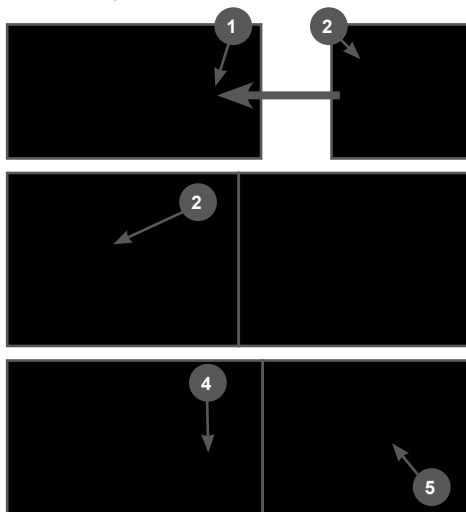

Рис. 6 Установка шланга подачи воды
5. Установите фильтр тонкой очистки на входной штуцер аппарата. Для этого (Рис. 6):
6. Накрутите на фильтр адаптер 4 (Рис. 6). Возьмите шланг подачи воды с коннектором, натяните втулку коннектора 5 назад и оденьте коннектор на адаптер, затем отпустите втулку коннектора шланга (Рис. 6). Присоедините шланг подачи воды через адаптер к крану водопровода.